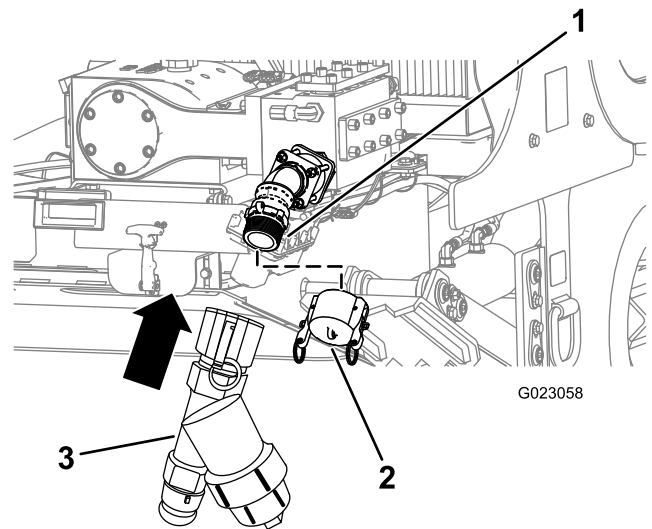

**Figure 84**
1. Déposez le bouchon d'entrée de la pompe (Figure 84).
2. Alignez le filtre en Y sur le filetage de la pompe (Figure 84).